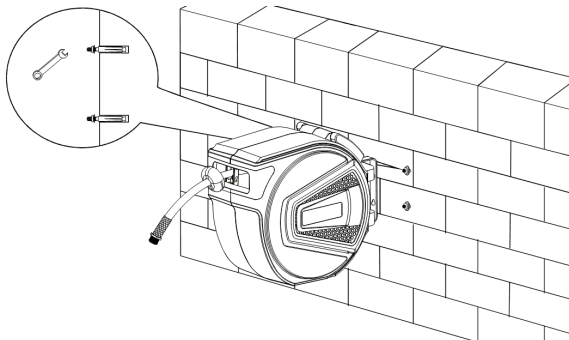

Fig.4: Montaje
Paso 3: Inserte los tornillos de sujeción en la pared. Utilizar un llave para fijar el soporte a la pared con los tornillos suministrados (Fig. 4).